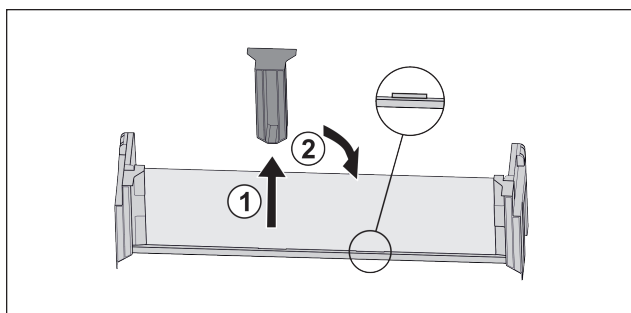

Fig. 26
- ▶ Træk den midterste holdedel ud Fig. 26 (1).
- ▶ Sæt den midterste holdedel i på den anden position Fig. 26 (2).